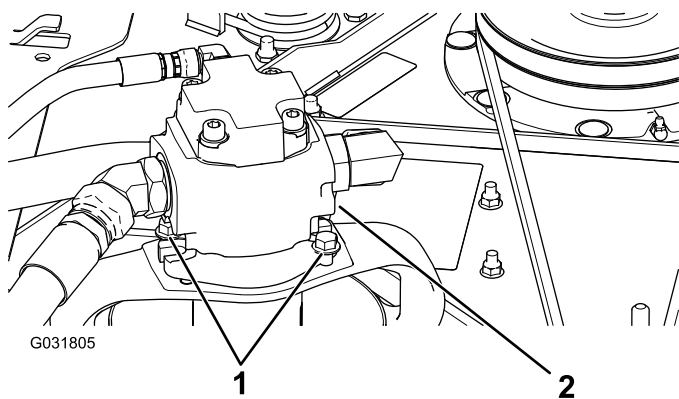

図 128
5. 油圧モータを刈り込みデッキに固定しているボルトを外す 図 128。
3. 油圧モータを刈り込みデッキに固定しているボルトを外す 図 128。